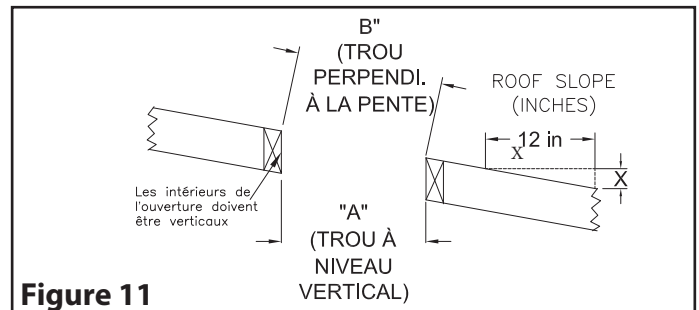

Figure 11
Étape 1. Localiser la cheminée dans un endroit pratique aussi proche que possible de la sortie de l'appareil. Découpez et encadrez une ouverture dans le toit pour le support. Voir **Tableau 5**. Les côtés de cette ouverture doivent être verticaux (voir **Figure 11**).